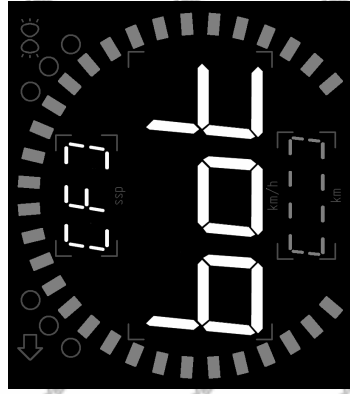
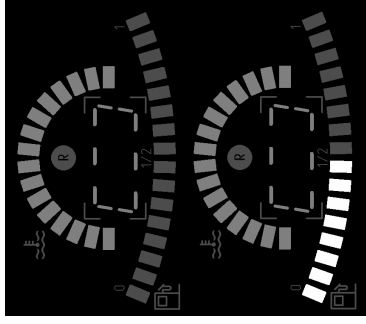
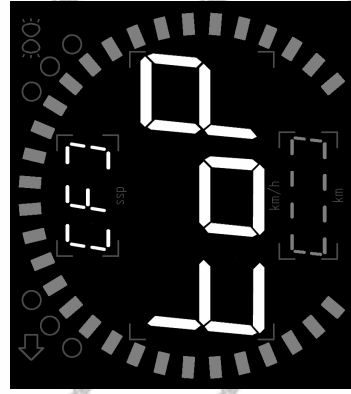
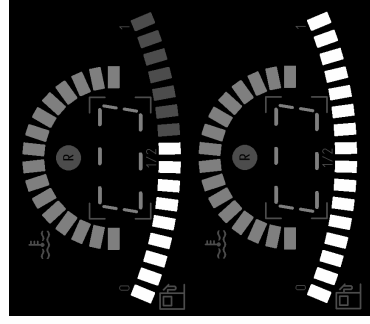

Рисунок 14
Рисунок 15
Рисунок 16
Рисунок 17
Режимы калибровки нижней точки (12) и верхней точки уровня топлива (13) предназначены для точной настройки указателя уровня топлива, работающим совместно с любым резистивным датчиком с отрицательным коэффициентом сопротивления (т.е. сопротивление датчика уменьшается с увеличением измеряемой физ.величины). Для калибровки нижней точки необходимо знать примерное кол-во топлива в баке, оно должно быть не больше половины бака (в идеале пустой), а для верхней точки – больше половины бака (в идеале полный). Последовательность действий при калибровке нижней точки уровня топлива: 1.Завести и немного прогреть двигатель. 2.Расположить автомобиль на ориентировочно ровном участке. 3.При работающем двигателе выждать не менее 1 мин. перед калибровкой. 4.Перейти в меню калибровки (12)(см.рис.14, рис.15). 5.Установить в меню фактический уровень топлива на момент калибровки (0/16...8/16 бака). 6.Зажать кнопку и при появлении слова «ready» в поле общего пробега, не дожидаясь перехода в следующий режим, отпустить кнопку, если новое значение нижней точки установлено - появится слово «done», затем произойдет автоматический переход в следующий режим. Последовательность действий при калибровке верхней точки уровня топлива: 1.Заправить бак до полного (в идеале) или больше половины бака (в любом случае необходимо знать кол-во топлива в баке). 2.Расположить автомобиль на ориентировочно ровном участке. 3.При работающем двигателе выждать не менее 1 мин. перед калибровкой. 4.Перейти в меню калибровки (13)(см.рис.16, рис.17). 5.Установить в меню фактический уровень топлива на момент калибровки (9/16...16/16 бака). 6.То же, что и для нижней точки уровня топлива.